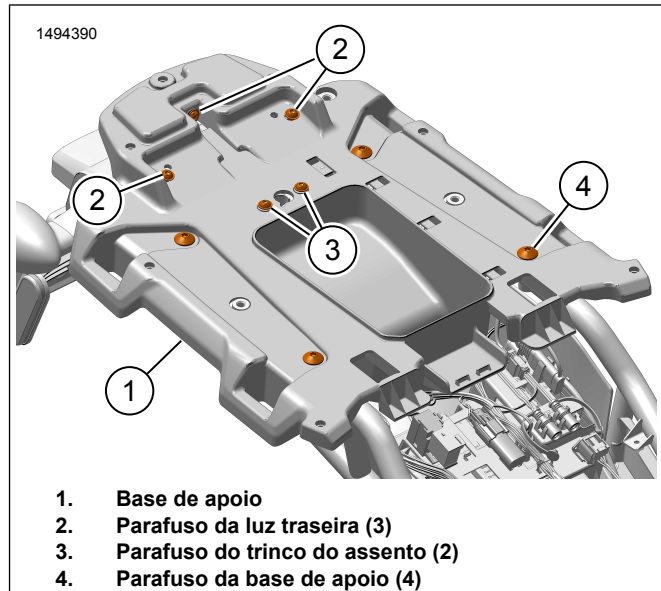

Figura 6. Instalar a Base de Apoio
- a. Ver a Figura 6. Instalar os parafusos do trinco do assento (3). Aperte.
- a. Ver a Figura 6. Instalar os parafusos da luz traseira (2). Aperte.
- 4. Ver a Figura 6. Instalar a base de apoio (1).
- a. Instalar os parafusos da base de apoio (4). Aperte.